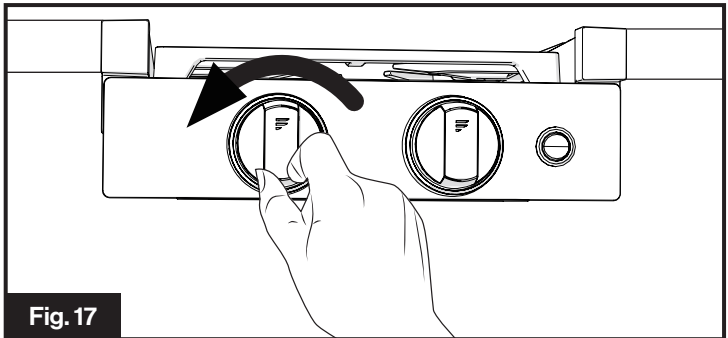

Fig. 17
2. Empuje y gire la perilla de control del quemador correspondiente en sentido contrario a las agujas del reloj hasta la posición . (Fig. 17)